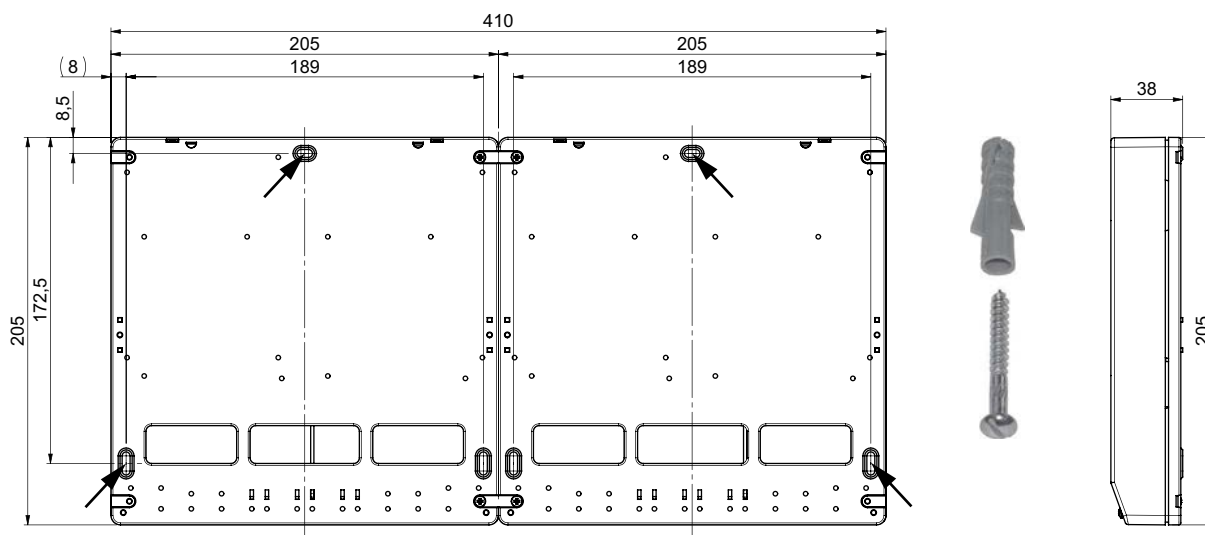

Fig. 54 Croquis coté - vue de l'arrière
- Percer les orifices de montage ( $\varnothing$  6 mm) dans le mur conformément au croquis (Fig. 54).